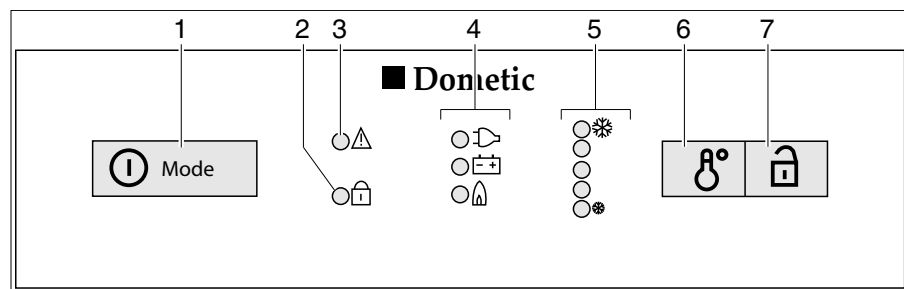

Bild 201 Bedienelemente für den Kühlschrank (Dometic 8er-Reihe mit MES)
- Den Einschalter/Energie-Wahlschalter (Bild 201,1) 2 Sekunden lang drücken, um das Gerät einzuschalten. Die LED der zuletzt gewählten Betriebsart leuchtet auf.
- Ggf. den Einschalter/Energie-Wahlschalter (Bild 201,1) mehrmals kurz drücken, bis die Betriebsanzeige Gas "🔥" aufleuchtet. Die Gaszufuhr ist geöffnet. Der Zündvorgang erfolgt automatisch. Ein tickendes Geräusch ist hörbar, bis der Zündvorgang erfolgreich abgeschlossen ist.
- Die Kühltemperatur mit dem Schalter für die Temperatureinstellung (Bild 201,6) einstellen.
- Ggf. den Einschalter/Energie-Wahlschalter (Bild 201,1) mehrmals kurz drücken, bis die Betriebsanzeige 230 V "🔌" aufleuchtet.
- Ggf. den Einschalter/Energie-Wahlschalter (Bild 201,1) mehrmals kurz drücken, bis die Betriebsanzeige 12 V "⊕-⊖" aufleuchtet.